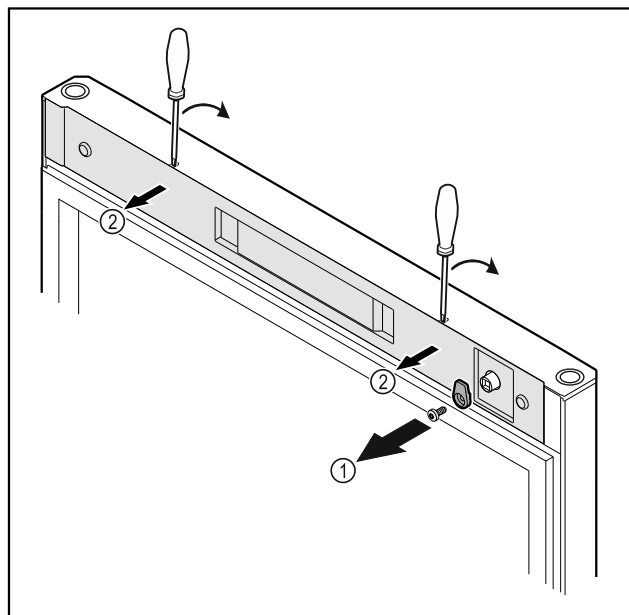

Fig. 18
- ▶ Csavarja le a reteszelő kampót Fig. 18 (1).
- ▶ Pattintsa ki a burkolatot Fig. 18 (1) egy csavarhúzó segítségével, és vegye le.